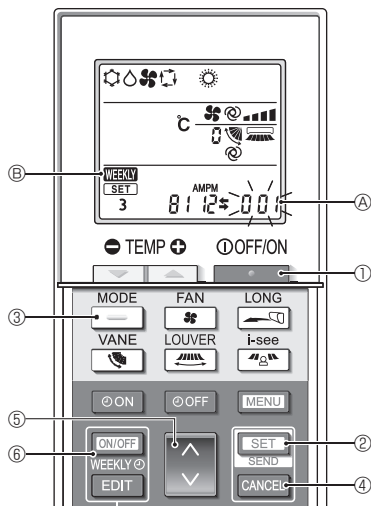

Fig. 5-12
5.12.8. Cómo desactivar el funcionamiento en modo Auto (Fig. 5-12)
1. Pulse el botón **TEMP** ① para detener el acondicionador de aire.
- Si el temporizador semanal está activado, pulse el botón **ON/OFF WEEKLY** ⑥ para desactivarlo. (**WEEKLY** ⑥ desaparece).
2. Pulse el botón **SET** ② durante 5 segundos.
3. Pulse el botón **MENU** ④.
4. Completar los ajustes (Fig. 5-12)
- Pulse el botón **SET** ② durante 5 segundos.